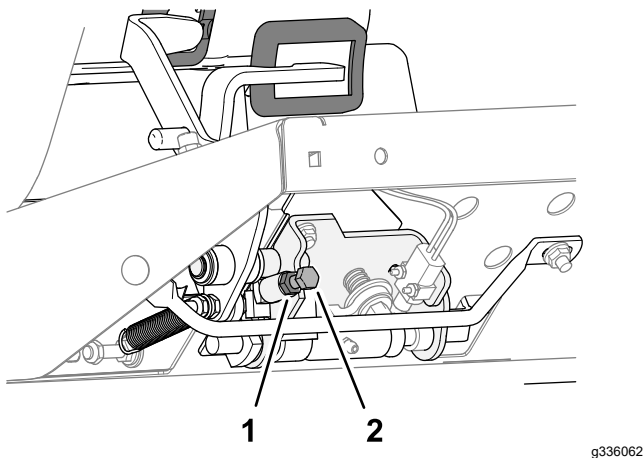

図 85
- 刈り込み速度を遅くするには、ストップねじ **図 85** を右に回す。